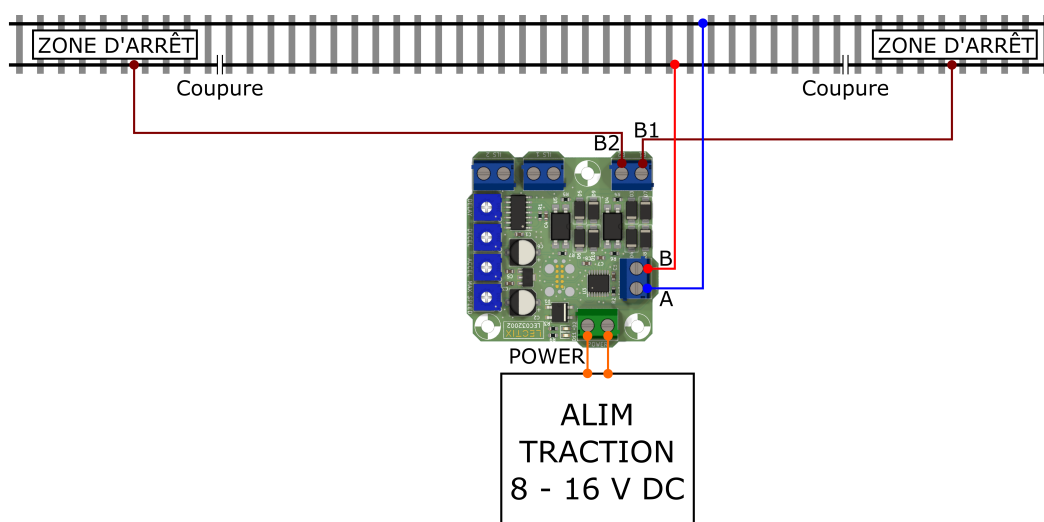

Figure 1: Schéma de câblage du module pour un va et vient analogique avec détection des zones de freinages par analyse de la consommation de courant.
- **[Détection par consommation de courant]** les rails droits isolés sur les 2 zones d'arrêt aux borniers B1 et B2 (Cf. Figure 1).